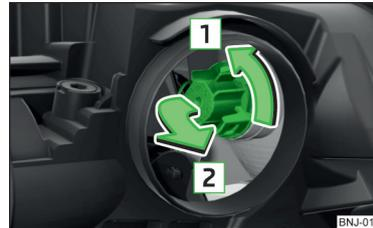

Abb. 186 Glühlampe für Blinklicht vorn wechseln
- Den Sockel mit der Glühlampe in Pfeilrichtung **1** drehen » Abb. 186.